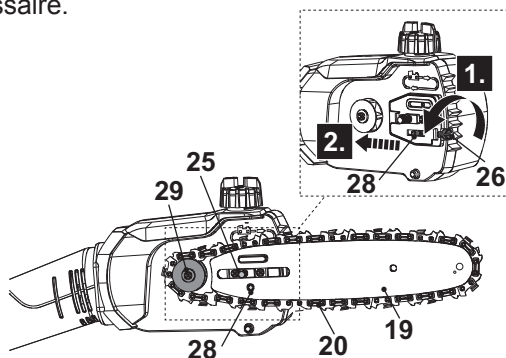

Fig. 7
5. Alignez l'ensemble chaîne de sciage (20) - guide-chaîne (19) avec le pignon d'entraînement (29) et le boulon de montage (25). Placez la chaîne de sciage (20) autour du pignon d'entraînement (29), puis abaissez le guide-chaîne (19) pour l'installer sur le boulon de montage (25) (Fig. 7).
6. Assurez-vous que la goupille de tension (28) est insérée dans le trou inférieur du guide-chaîne (19). Vissez ou dévissez la vis de tension (26) à l'aide de l'outil multiple (31) pour régler la position de la goupille de tension (28) si nécessaire.